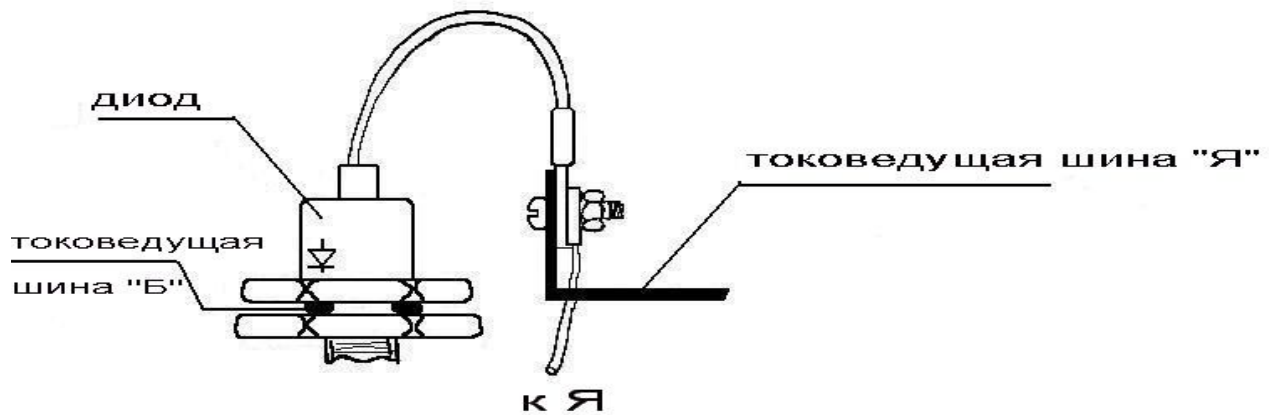

Рис.6
7. Произвести соединение хвостовой части диода с токоведущей шинной «Я» и проводом «Я» электронного блока. ( рис. 6.)